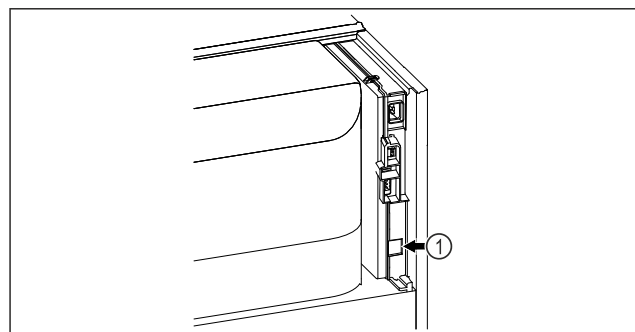

Fig. 90
- ☐ SmartModule Fig. 90 (1) ist eingesetzt.